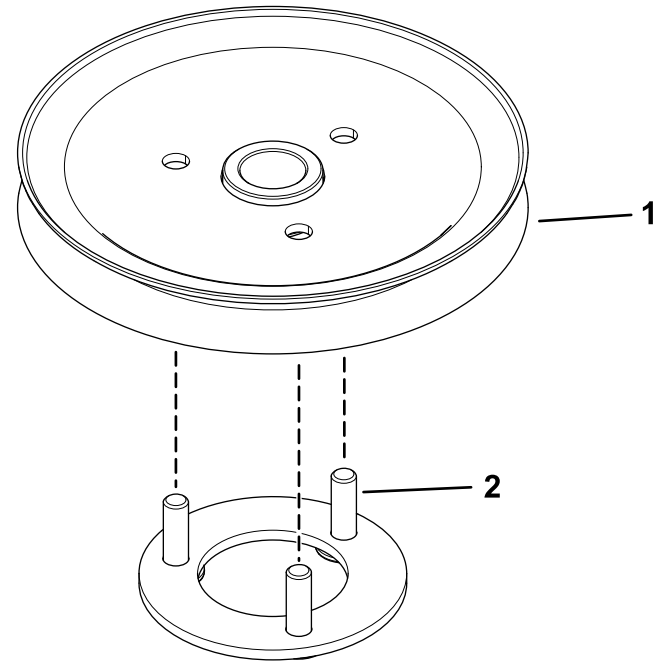

Figura 6
2. Introduzca los espárragos de montaje de la placa de la polea en los orificios de la polea (Figura 6).